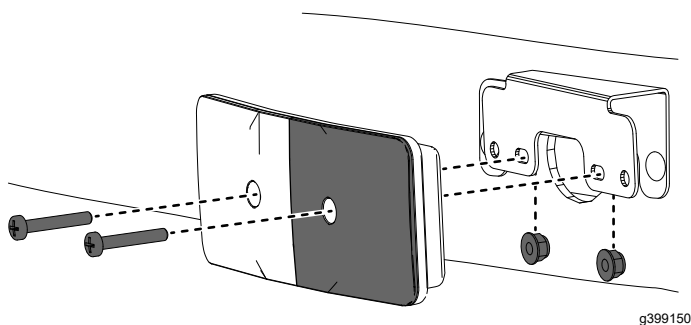

Figura 24
4. Montate le luci alle staffe utilizzando la bulloneria rimossa nel passaggio 1 (Figura 24).